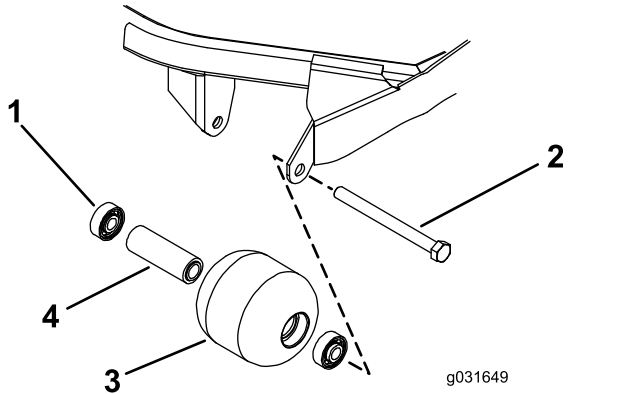

Bild 73
1. Entfernen Sie die Rollenbefestigungsschraube (Bild 73).
4. Prüfen Sie das Rollengehäuse, die Lager und das Distanzstück auf Beschädigungen (Bild 73).
1. Drücken Sie das erste Lager in das Rollengehäuse, indem Sie nur auf den äußeren Käfig oder gleichmäßig auf den inneren und äußeren Käfig drücken (Bild 73).
2. Setzen Sie ein Distanzstück ein (Bild 73).
Käfig oder gleichmäßig auf den inneren und äußeren Käfig drücken, bis es auf dem Distanzstück aufliegt (Bild 73).